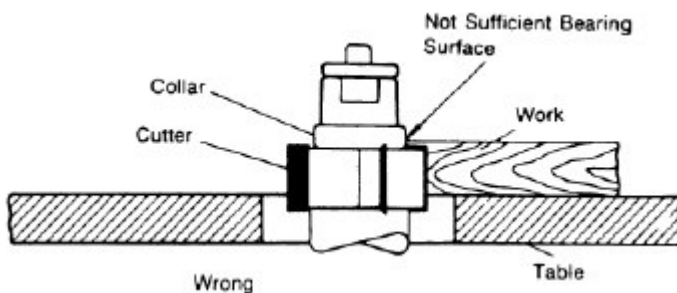

Abb.7-5: Unzureichende Auflagefläche
- Ein Teil der Werkstückkante muss vom Fräser unberührt bleiben, damit der Kragen über eine ausreichende Auflagefläche verfügt. In Abbildung 7-5 ist ein Beispiel für eine unzureichende Auflagefläche dargestellt.